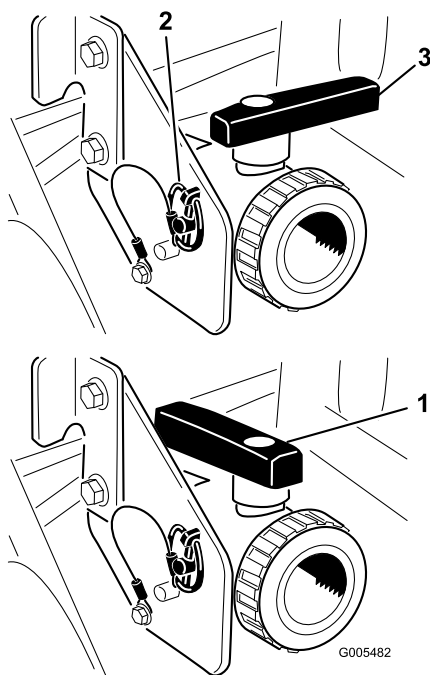

図 27
タンク・ドレン・ハンドルを操作して残っている薬液を全部排出し、地域の法律や規則、メーカーの指示に従って適切に処分する (図 27)。排出が済んだら、ブラケットについているリンチ・ピンを外してドレン・バルブを取り外して地面に置く。これにより、配管内部に残っている薬剤も完全に排出される。
3. 排出が完全に終了したら、ドレン・バルブをフレームに取り付けてリンチ・ピンで元通りに固定し、バルブを閉じる (図 27)。